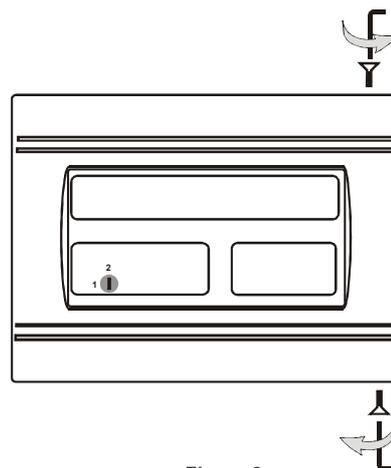

Figura 2.
- Desatornille los dos tornillos – vea la Figura 2. Utilice el instrumento suministrado para este fin con el equipo (herramienta hexagonal No. 2).